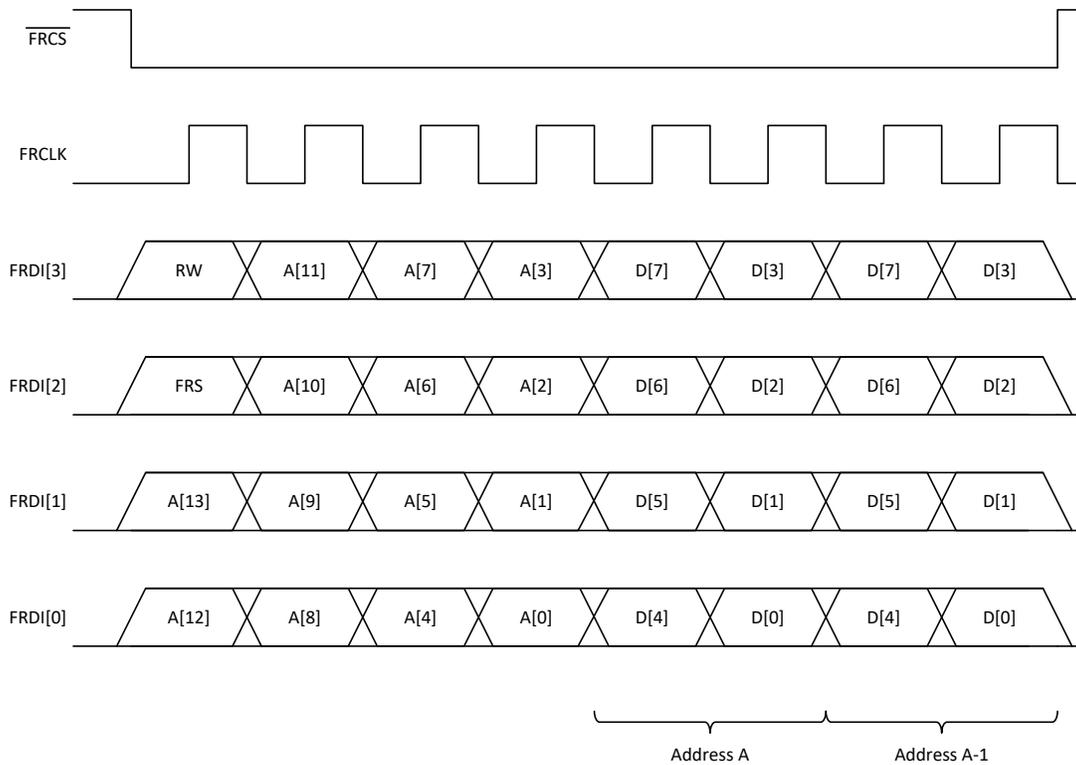

図 7-60. FR インターフェイスのタイミング図
高速再構成 (FR) インターフェイスは、NCO 周波数および同期を設定するための高速書き込み専用アクセスを提供します。FR インターフェイスは SPI インターフェイスと似ていますが、クロック サイクルごとに 4 ビットが送信されます。図 7-60 に、FR タイミング図を示します。R/W ビット (このデバイスでは常に書き込み)、トランザクション同期ビット (FRS)、14 ビットのアドレス、それに続くデータ バイトを使用します。このアドレスは、各データ バイトの後にデクリメントされます (リトル エンディアンと整合します)。このインターフェイスはバイトでアドレス指定でき、各バイトの後にデータがコミットされます。FR インターフェイスは、1 クロックにつき 4 ビット (1 ニブル) を取ります。マルチニブル フィールドの場合、データは最上位のニブルから送信されます。トランザクション同期ビット (FRS) が設定されている場合、**NCO_SYNC_SRC** レジスタ フィールドで指定された同期イベントが **FRCS** の立ち上がりエッジで発生します。最初のデータ バイトの完了前に終了したトランザクションでは、**SYNC** イベントがトリガされない場合があります。